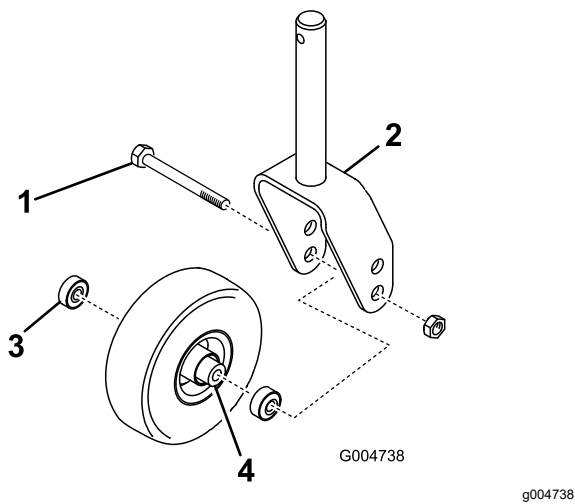

Bild 22
2. Entfernen Sie die Sicherungsmutter von der Schraube, mit der das Laufrad an der Gabel befestigt ist (Bild 22). Halten Sie das Laufrad fest und schieben die Schraube aus der Gabel oder vom Gelenkarm ab.
3. Entfernen Sie das Lager aus der Radnabe und lassen das Lagerdistanzstück herausfallen (Bild 22). Entfernen Sie das Lager aus der gegenüberliegenden Seite der Radnabe.